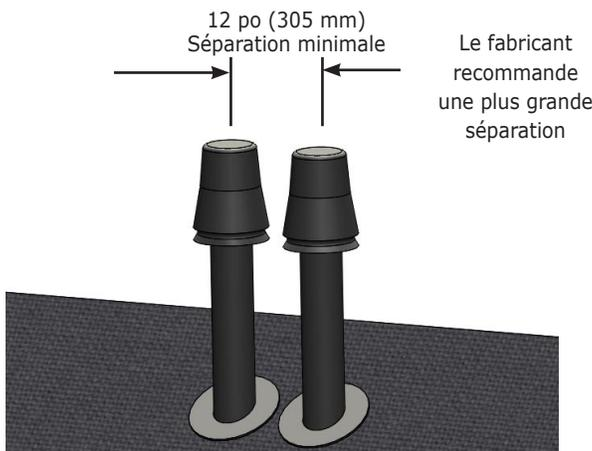

FIGURE 5-6 – ÉVENT COAXIAL POUR MUR LATÉRAL Peut Être Utilisé Sur Toutes les Grandeurs
- Mesurer la distance de la surface du mur extérieur jusqu'au coude, cette dimension sera appelée « X ». Ajouter la distance « Y » + 2 po (60 mm) à « X ». Cela représente la dimension totale de l'évent. Consulter la figure 5.6.